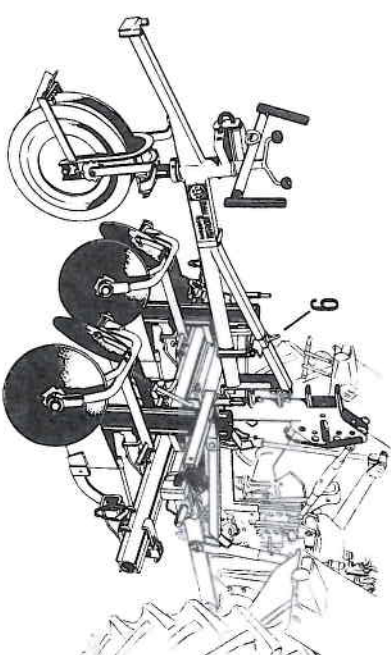

Abb. 129 Zusammenbau der Kartoffellegemaschine
Die Leageaggregate so einstecken, wie Abb. 129 und 131 zeigen, und die Diagonalschraube (7) festziehen.